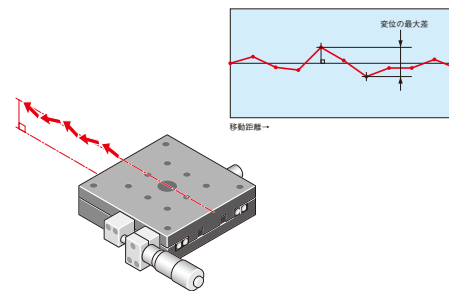

図3-12 運動の平行度
3.1.2 運動の平行度[JIS B 0182-1993準拠]【図3-12】